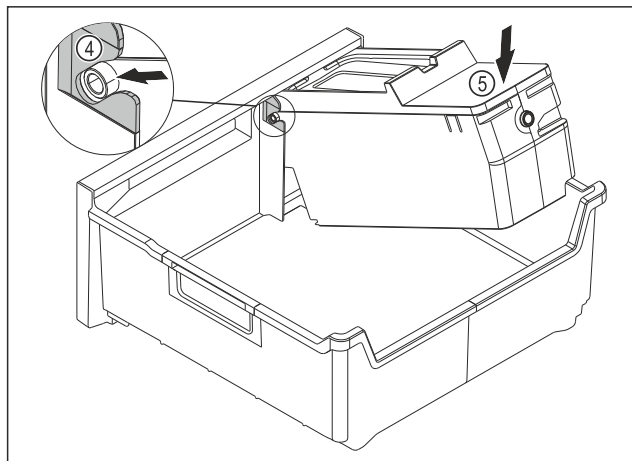

Fig. 147
- EasyTwist-Ice-Korpus montieren: Achsen des EasyTwist-Ice-Korpus in die Führungen Fig. 147 (4) einschieben.
- EasyTwist-Ice-Korpus Fig. 147 (5) hinten nach unten drücken.